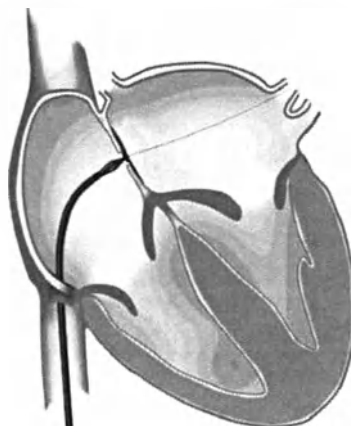
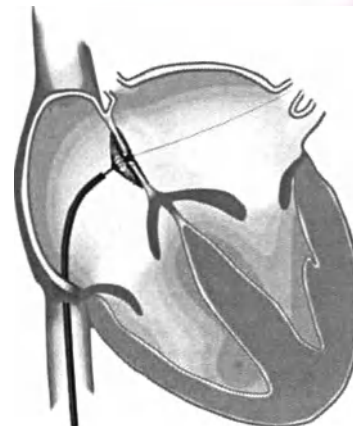

Рис. 8: Положение левопредсердного зонтика на перегородке
Рис. 9: Полное раскрытие правопредсердного зонтика
- Осторожно подтяните всю систему, включая проводник, к перегородке (рис. 8). Еще раз проверьте положение и размер зонтика. Если расправленный зонтик хорошо прилегает к перегородке, разместите зонтик в правом предсердии, сохраняя натяжение системы в целом. Размещение осуществляется следующим образом: потяните назад проводник и одновременно продвиньте вперед доставляющее устройство – зонтик в правом предсердии раскроется (рис. 9). Проверьте окончательное размещение с помощью ангиографии через проводник Маллинса. Затем промойте проводник Маллинса гепаринизированным физраствором.